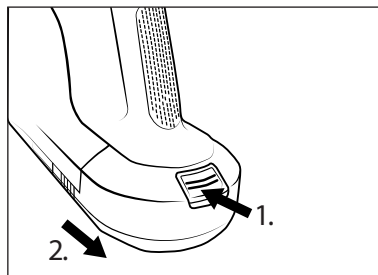

Fig. 13
- ◆ Para remover o acumulador ② do aparelho, mantenha o botão de desbloqueio do acumulador ① pressionado e puxe o acumulador ② para fora do aparelho (ver fig. 13).